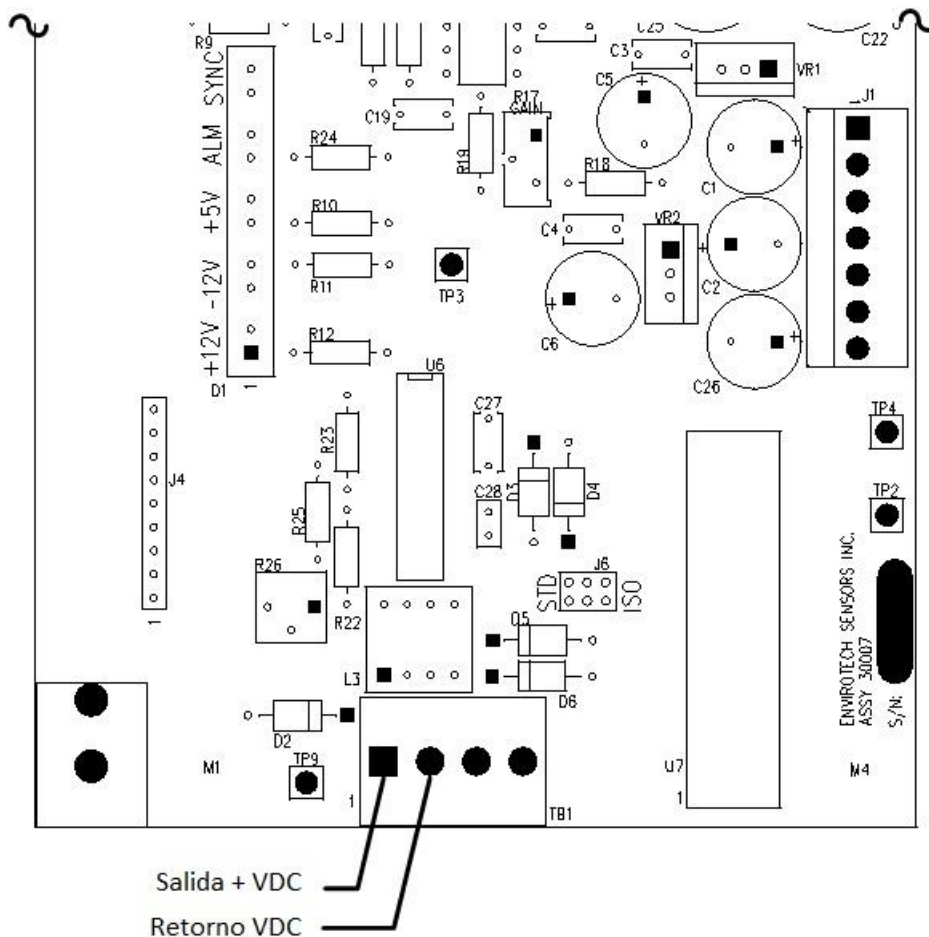

Figura 2.3.1-1 Conexión de salida de tensión analógica
4. Pelar ~6mm (1/4") de aislamiento de cada uno de los dos hilos y conectarlos a TB1 utilizando la información de la tabla 2.3.1-1 y de la Figura 2.3.1-1:
3. Pelar ~6mm (1/4") de aislamiento de cada uno de los dos hilos y conectarlos a TB1 utilizando la información de la tabla 2.3.1-1 y de la Figura 2.3.1-1: